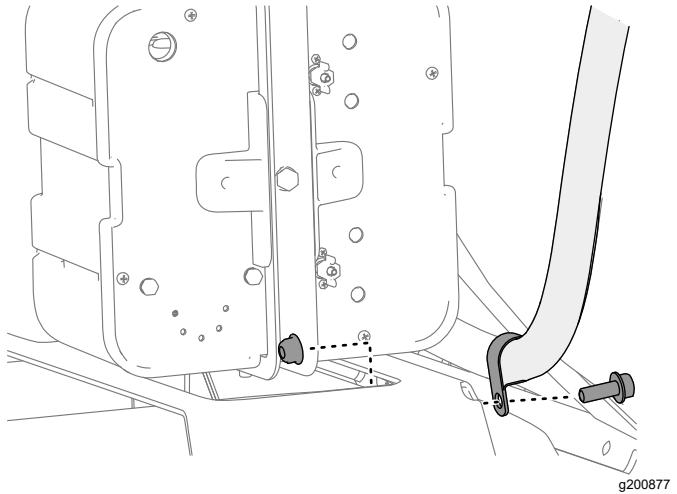

Figure 7
7. Si la machine est équipée d'un kit de rinçage, fixez le flexible du kit avec les colliers en R, comme montré à la Figure 7.